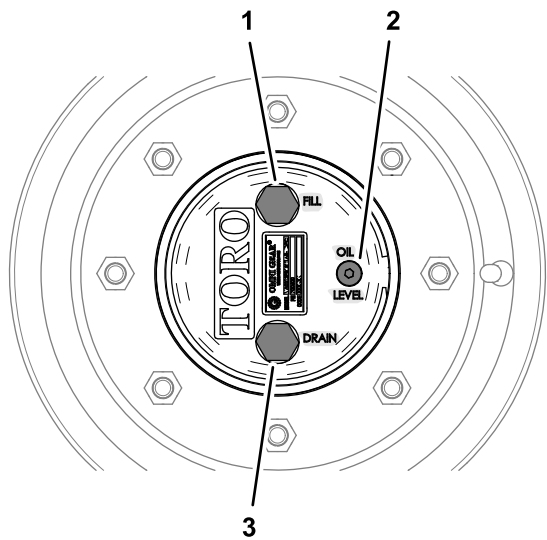

图 87
1. 机器在水平地面上时调整一个车轮的位置以便让加油塞处于最高12点钟位置排油塞处于最低6点钟位置 图 87。
1. 机器在水平地面上时调整一个车轮的位置以便让加油塞处于最高12点钟位置排油塞处于最低6点钟位置请参阅检查行星齿轮传动润滑油 (页码 57) 中的图 87。